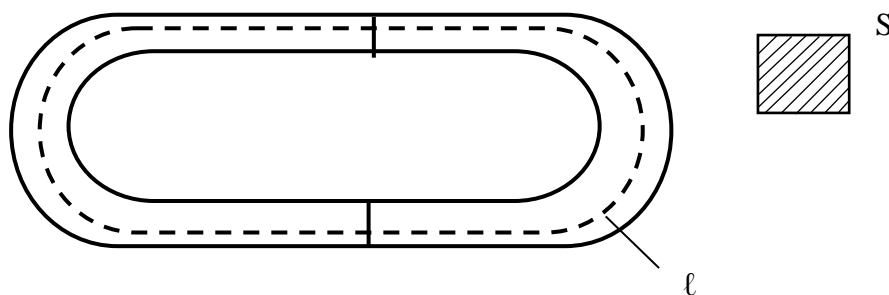

Рисунок 10.1 – Внешний вид сердечника
- Примите среднюю длину сердечника $\ell = 0,08$ м и площадь поперечного сердечника $S=180 \text{ мм}^2 = 18 \times 10^{-5} \text{ м}^2$ (рисунок 10.1)
3. Рисунок 10.1 – Внешний вид сердечника.